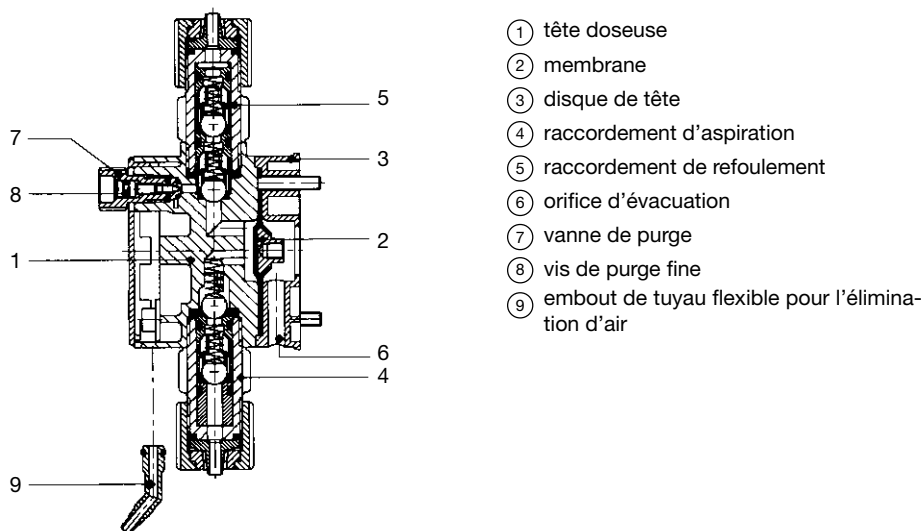

Figure 9 : unité de refoulement
- Purger la pompe : pour les types en matériau PP/NP, ouvrir la vanne de purge (cf. figure 9) d'un tour ; pour tous les autres modèles, enlever la conduite de refoulement à la vanne de dosage et attendre jusqu'à ce que la tête de la pompe soit remplie de liquide à doser.